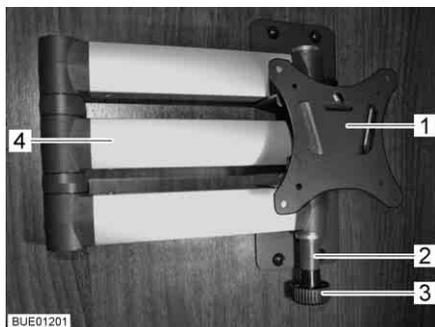

Fig. 68 Soporte con brazo articulado
- Tirar del botón de desbloqueo (Fig. 68,3). El brazo articulado (Fig. 68,4) estará desbloqueado.
- Girar la pantalla plana de regreso a la posición inicial hasta que el soporte (Fig. 68,1) engatille en el bloqueo (Fig. 68,2).